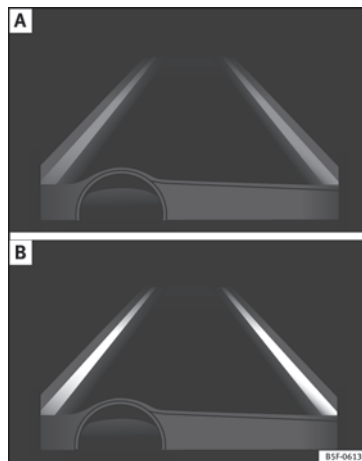

Bild 212 På instrumentpanelens display: Indikationer på Lane Assist-systemets display (exempel 1)
- Systemet är aktivt, men inte tillgängligt, antingen på grund av att minimihastigheten inte har uppnåtts eller för att fillinjerna inte kan upptäckas »» bild 212 A.
- Systemet är aktivt och tillgängligt, båda fillinjerna har upptäckts. Styrvinkeln korrigeras inte just nu »» bild 212 B.